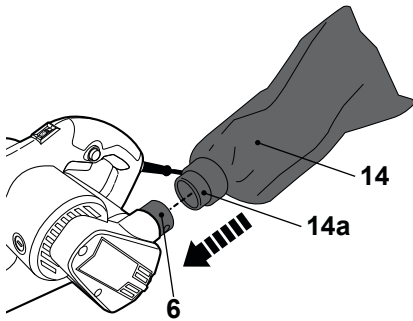

Fig. 7
- > Alinee el conector de la bolsa de recogida de polvo (14a) con la salida de extracción del polvo (6).
- > Inserte la boca de la bolsa de recogida del polvo (14) en la salida (6) hasta el fondo (Fig. 7).